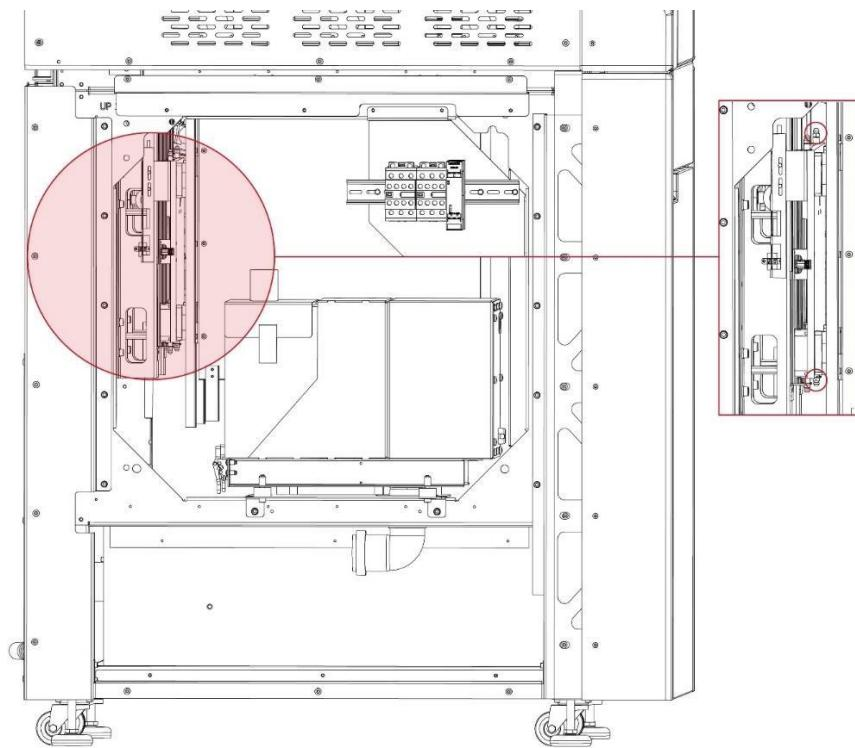

Рис. 99. Месторасположение сливочных ниппелей - вид сбоку.
13. Найти верхний правый сливочный ниппель (если смотреть на принтер спереди), как показано на рис. 99:
14. Найти верхний правый сливочный ниппель (если смотреть на принтер спереди), как показано на рис. 99.